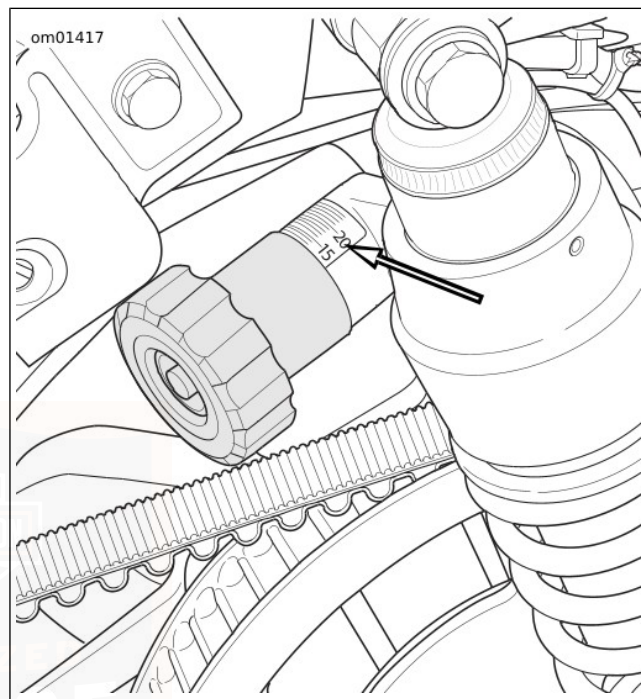

Figura 15. Manopola di registrazione della precarica
2. vedere Figura 15. Ruotare la manopola sull'impostazione desiderata per il carico previsto. La manopola emetterà un clic dopo ogni mezzo giro. Fare riferimento a Tabella 20, Tabella 21 o Tabella 22.